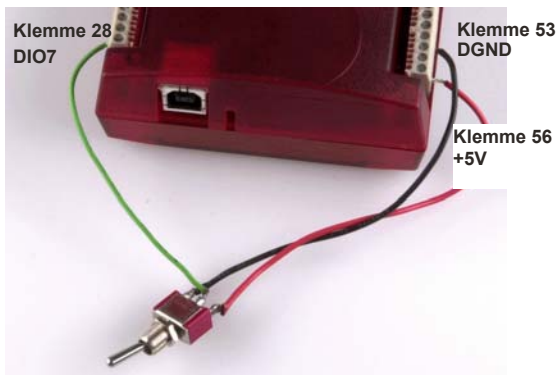
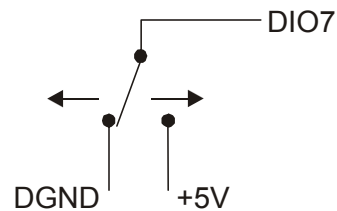

Abb. 3-4. Erkennung eines Schalterstatus durch DIO7
Abb. 3-5. Schematische Darstellung der Staturerkennung durch DIO7
Wenn sie als Eingang konfiguriert sind, kann darüber der Zustand der TTL-Eingänge überwacht werden. In Abbildung 3-4 finden Sie die entsprechende Schaltung und in Abbildung 3-5 eine schematische Darstellung. Wenn Sie den Schalter auf den Eingang +5 V USER legen, liest Anschluss DIO7 *WAHR* (1). Wird der Schalter auf DGND gestellt, liest DIO7 *FALSCH* (0).